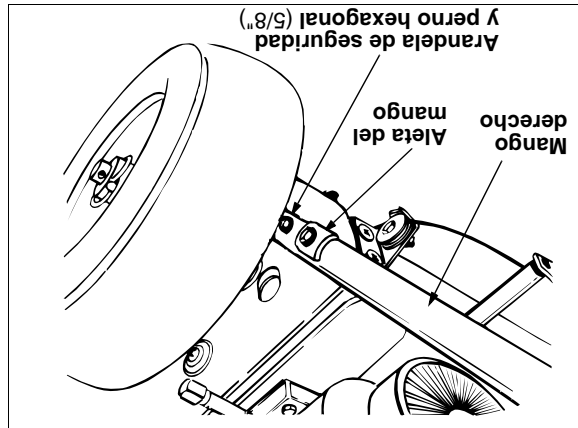

Figura 2
Coloque una de las dos aletas del mango, incluidas en el conjunto de ferreteria (Grupo A en la página 6), sobre el orificio superior en el mango, de manera que el contorno de la aleta del mango coincida con el del mango. Ve la Figura 2.
- Asegure el orificio del fondo del mango al expulsor de nieve usando pernos hexagonales de 5/16x3/4" de largo y la arandela de seguridad del conjunto de ferreteria (Grupo A en la página 6). No ajuste en este momento. Vea la Figura 2.